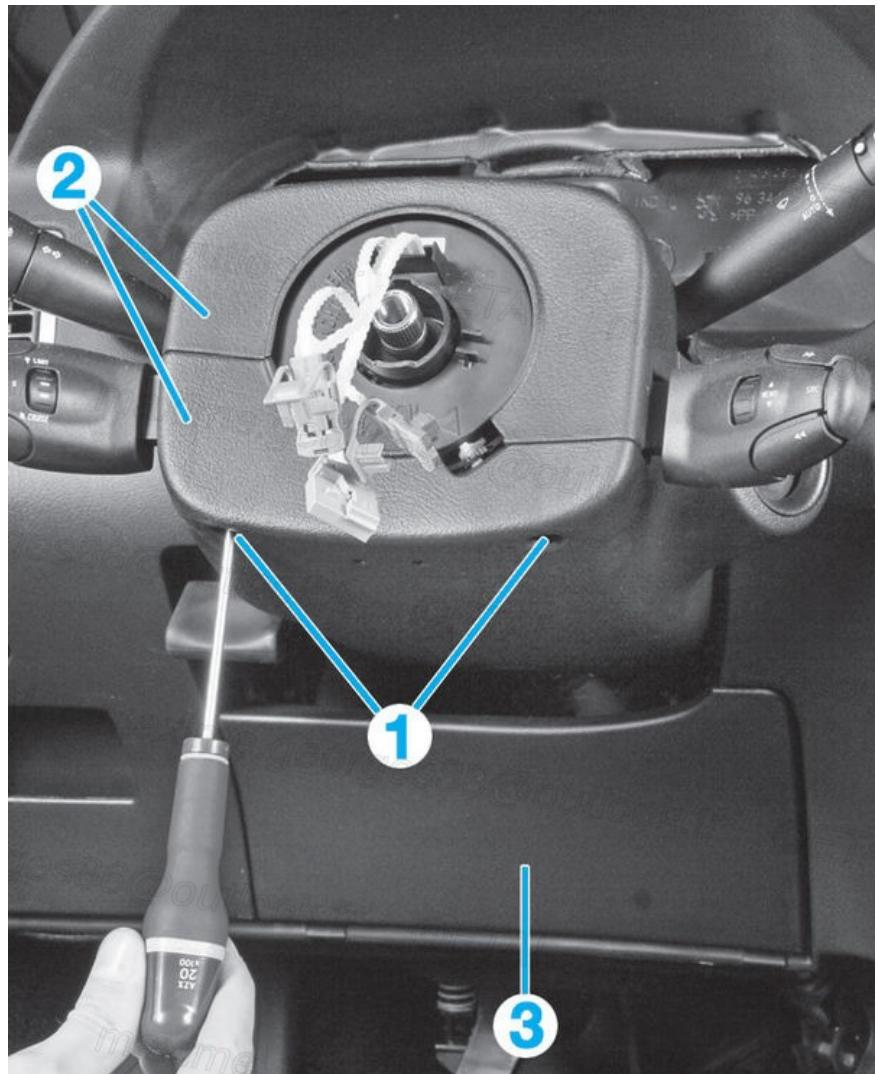

Fig.2
- Déposer (Fig.2) (/media/RTA/RTA_714/RTA714A-006-002X.jpg) :
- les vis (1)
- les demi-coquilles (2)
- la garniture (3).